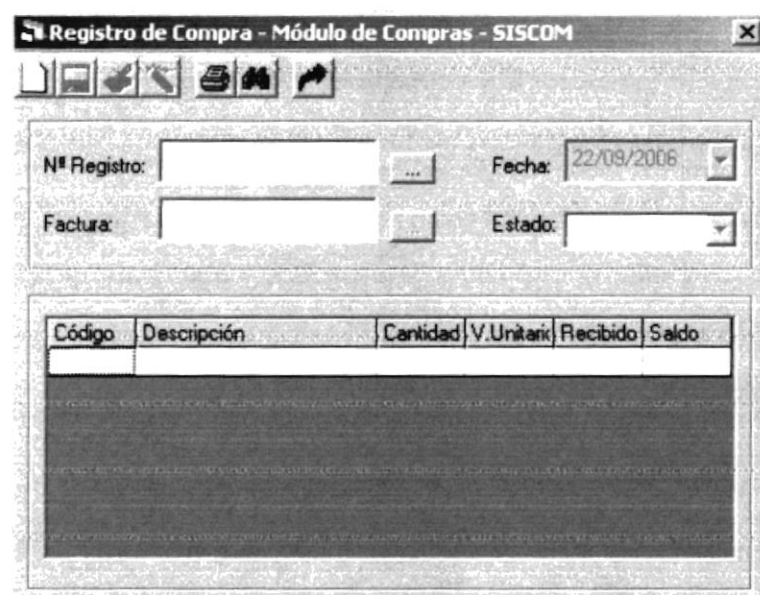

Figura 10.47 Módulo de Compras, Opción Devolución Compras
- ✓ Haciendo doble clic, los datos del registro especificado se cargarán a la pantalla de proceso figura 10.47